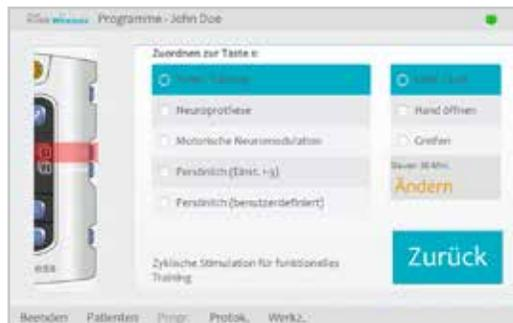

Abbildung 8-32: Fenster „Zuordnen zur Taste 1“
2. Daraufhin öffnet sich das Fenster „Zuordnen zur Taste 1“. Siehe Abbildung 8-32.